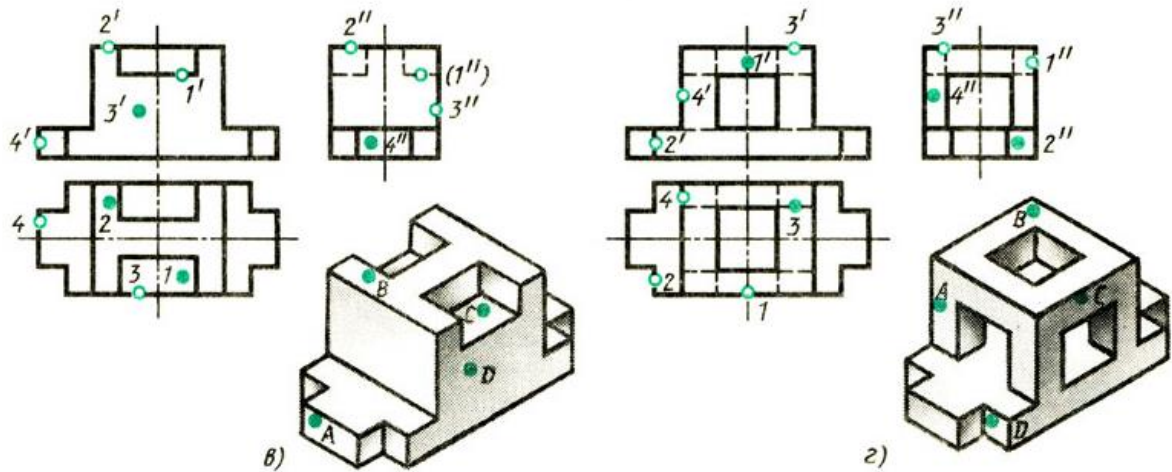

Рис. 22 – завдання № 8 г.
1. На рис. 22 (а, б, в, г) пропонується аксонометричне зображення моделі з точками на ній А, В, С, D треба надати відповіді, якій літері відповідає цифри 1, 2, 3, 4.